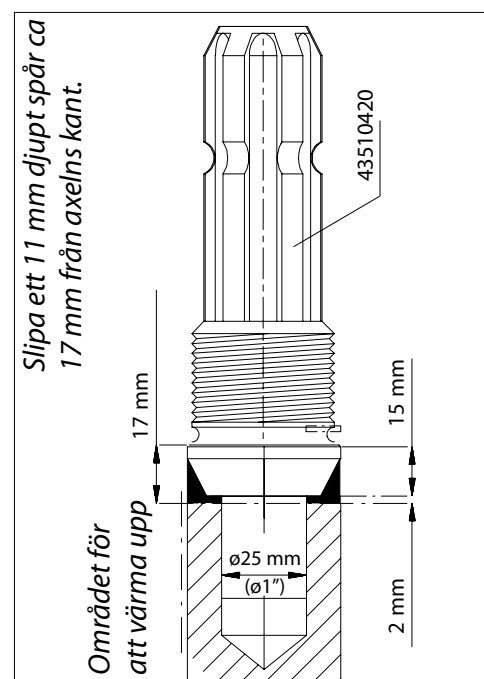

Bild 20. Byte av splinesaxel
4. Slipa ett 11 mm djupt spår ca 17 mm från axeländan. Se bild 20.
7. Rengör axelhåletoch lägg in en ny axel. Se bild 20.